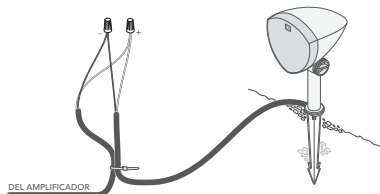

Figura 9
2. Empezando por el altavoz más alejado del amplificador, pele 3/4 de pulgada de aislamiento en el extremo cortado de los cables de entierro para el canal de amplificador apropiado, según las tablas siguientes; a continuación, pele el aislamiento de los extremos del cable flexible del altavoz correspondiente (ver figura 9).
3. Conecte el cable de entierro al cable flexible del altavoz con una brida de alambre (ver figura 9).